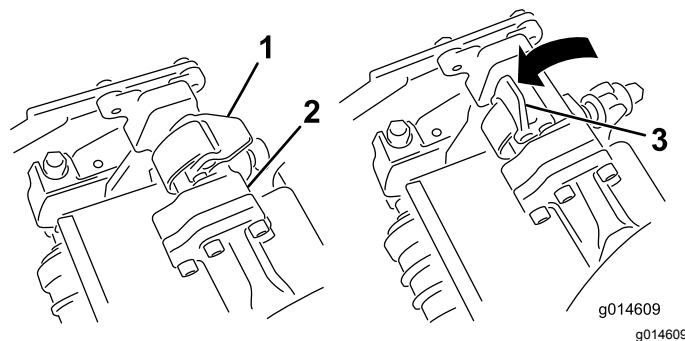
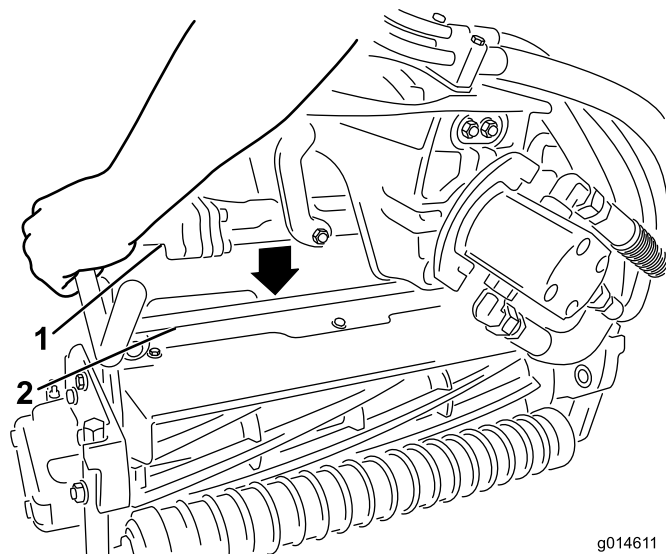

Рисунок 46
Рисунок 47
3. Когда защелки на штанге рычага подвески направлены вверх (т.е. открыты) (Рисунок 46), нажмите на рычаг подвески так, чтобы штанга села на поперечный стержень наверху режущего блока (Рисунок 47).
4. Опустите защелки и поверните вокруг стержня режущего блока и заблокируйте их (Рисунок 46).
4. Откройте защелки на штанге рычага подвески режущего блока, который необходимо снять (Рисунок 46).